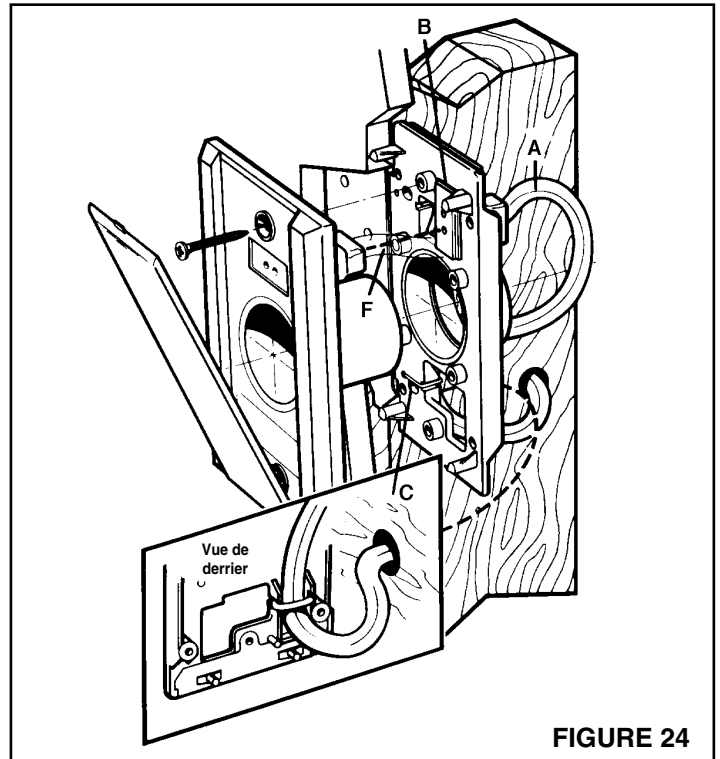
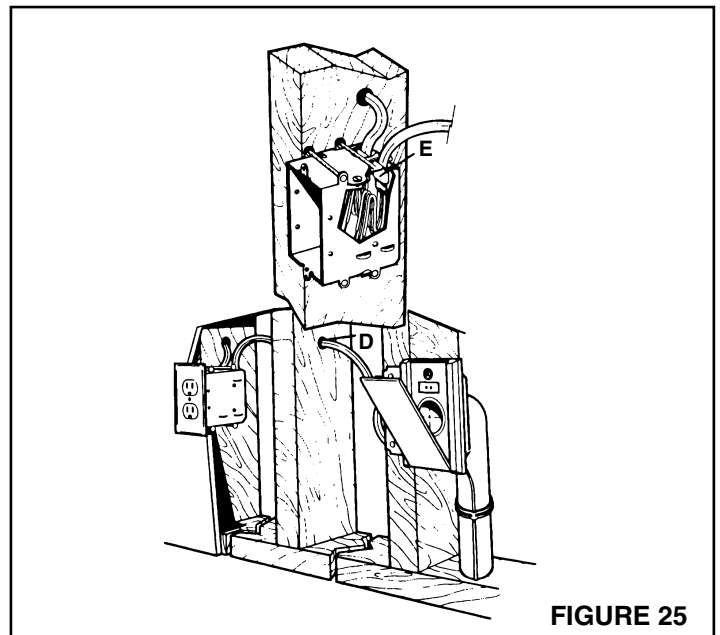

FIGURE 24
FIGURE 25
1. Voyez la figure 24. Attachez la plaque de montage à un montant à une distance maximum de trois montants (1,22 m) d'un coffret de sortie électrique. Mesurez et marquez le câble à 25,4 cm de la prise (A). Avancez le câble à travers le trou du haut de la plaque de montage juste au-dessus de l'ouverture circulaire. Enclenchez la prise moulée dans la plaque de montage comme illustré (B). Ceci le fixera en place et en sûreté durant le montage des cloisons et les finitions. Alignez le câble sur la marque de 25,4 cm auparavant mesurée avec le réducteur de tension situé à l'arrière de la plaque de montage. Fixez-le avec le lien fourni (C).
2. Faites passer le câble de la prise jusqu'au coffret électrique adjacent. Si vous devez faire passer le câble à travers le montant, percez un trou directement à travers le centre du montant (D).
3. Voyez la figure 25. Placez les bouts exposés des deux câbles dans le coffret électrique à travers le réducteur de tension (E). Serrez le réducteur de tension (ne le serrez pas trop) sur la gaine blanche laissant 1,27 cm de cette gaine exposé à l'intérieur du coffret.